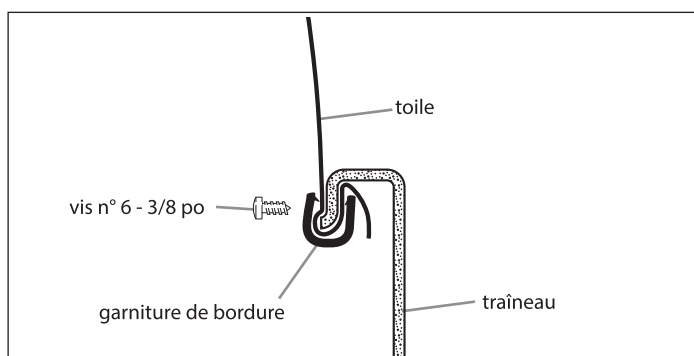

FIGURE 18
25. Bien tendre la toile et enfoncer la garniture de bordure sur le rebord du traîneau avec la toile de l'abri entre les deux. Il est important de maintenir la toile bien tendue et d'engager la garniture de bordure uniformément des deux côtés de l'abri jusqu'à ce qu'elle soit complètement en place. **VOIR FIGURE 18 (page suivante)**
26. Fixer la garniture de bordure avec les vis à tôle n° 6 x 3/8 po fournies. Une visseuse avec un embout à tête Phillips est conseillée, mais pas indispensable, pour cette étape. **VOIR FIGURE 18 (page suivante)**